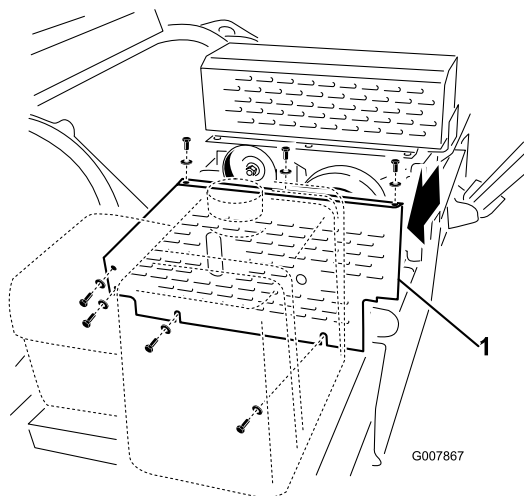

Figure 54
1. Retirez le couvercle de courroie (Figure 54).
2. Desserrez l'écrou sur la poulie de tension (Figure 54).
3. Glissez le tendeur de courroie entre le goujon et la poulie de tension (Figure 54). Positionnez le rayon en haut de l'outil sous le goujon et appuyez le bas de l'outil sur la poulie de tension.
4. Insérez l'embout d'entraînement d'une clé dynamométrique de 1/2" dans le trou du tendeur de courroie (Figure 54).
5. Tournez le tendeur dans le sens antihoraire jusqu'à obtention d'un couple de 5,7 Nm, puis tout en maintenant ce couple, serrez l'écrou de la poulie (Figure 54).